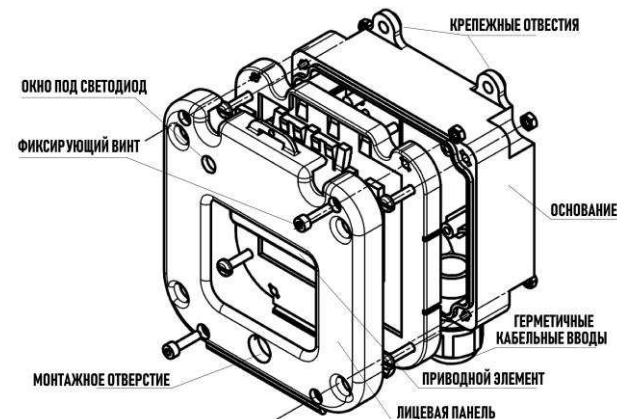

Рис.1. Элементы конструкции устройства
2.4. Конструктивно устройство состоит из пластикового корпуса, основание которого с электронным блоком крепятся на стене помещения. Затем лицевая панель с приводным элементом шурупами крепится к основанию. Корпус устройства по требованию заказчика может быть оборудован герметичными пластиковыми кабельными вводами для подведения проводников диаметром от 6 до 14мм или от 11 до 18мм, герметичными вводами МКВ (см. таблицу) из нержавеющей стали марки 12Х18Н10Т, предназначенными для различных вариантов прокладки кабеля количеством 2 шт. Элементы конструкции устройства показаны на рис.1.